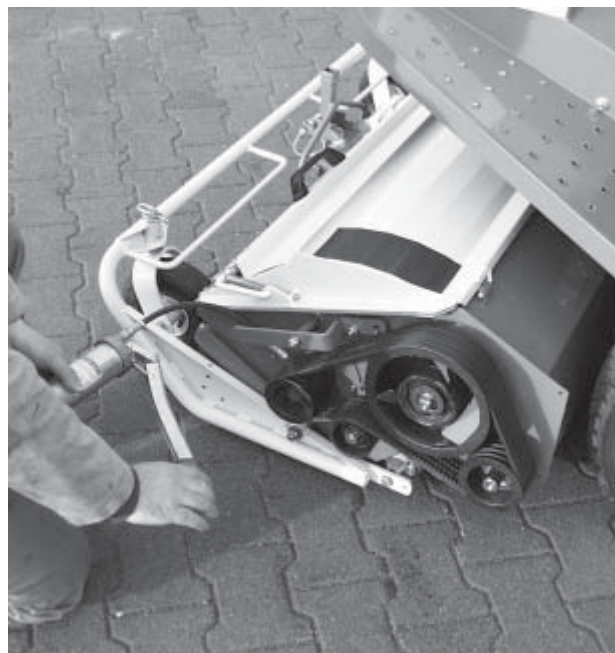

Abb. 39
- Lager des Rotors (Abb. 39 + Abb. 40)